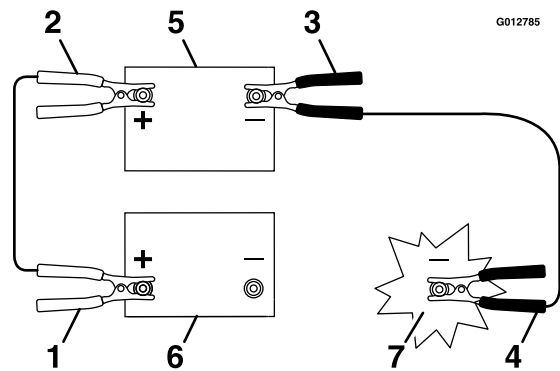

Figura 50
3. Ligue o cabo positivo (+) ao terminal positivo (+) da bateria descarregada que está ligada ao arrancador ou solenóide como se mostra na Figura 50.